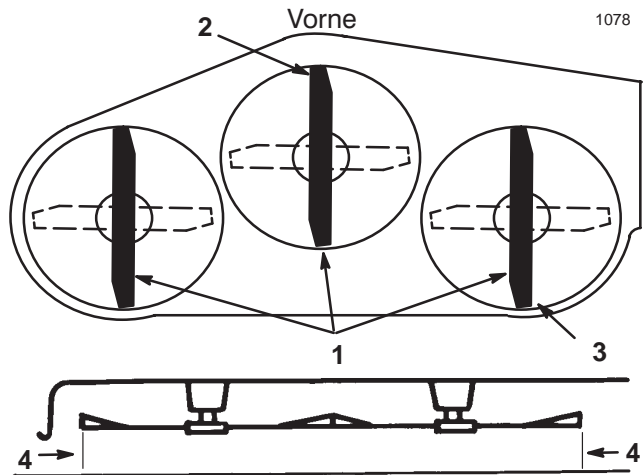

Bild 14
9. Messen Sie zur Prüfung der Schnitmesserneigung in Längsrichtung den Abstand zwischen der Mähwerkunterseite (Mitte vorne und Mitte hinten) und der ebenen Oberfläche (Bild 14).